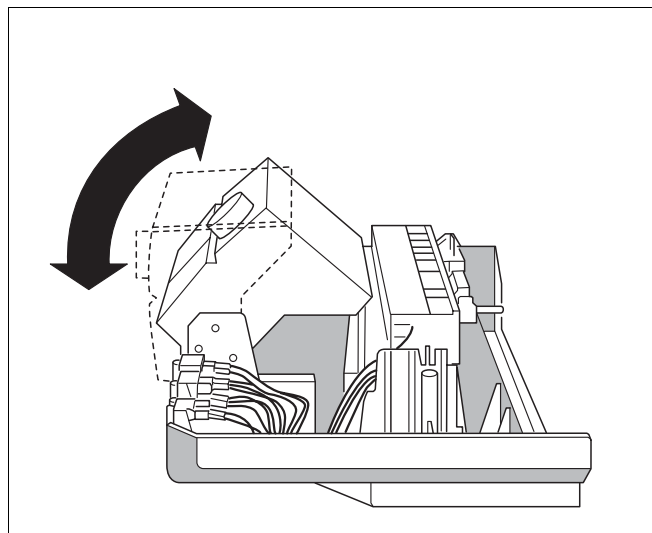

Fig. 20 Drejning af betjeningspanelet
- Drej betjeningspanelet til den ønskede stilling (fig. 20).